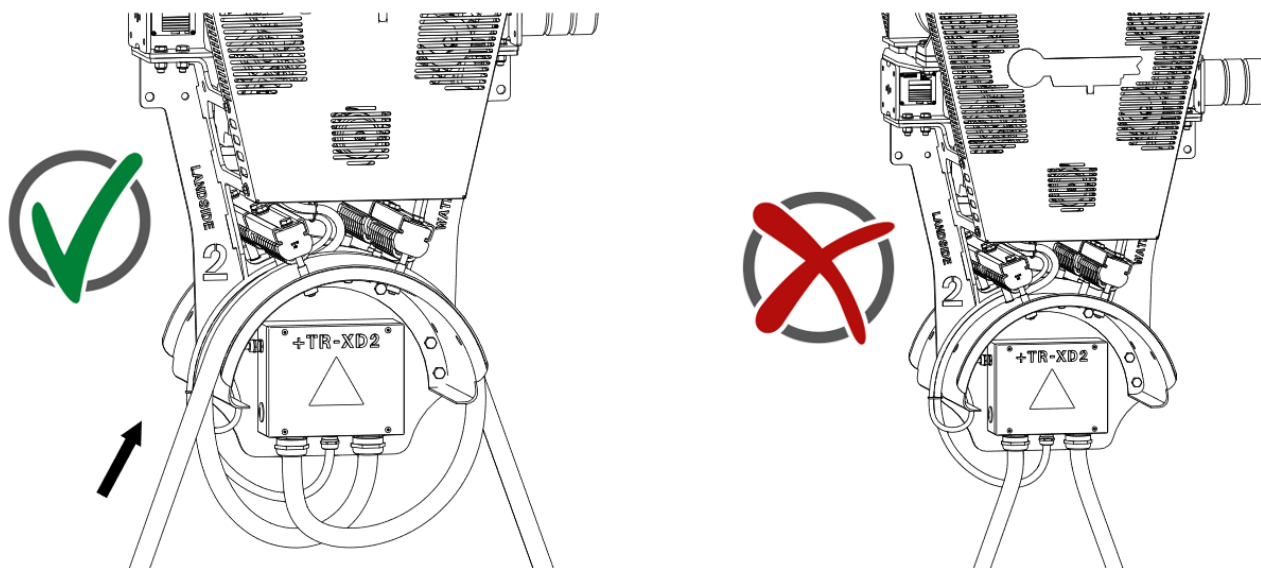

图 35: 连接线正确和错误的布设方式
- 连接线必须无导向力和无拉力地放置在支架上（参见图 35）